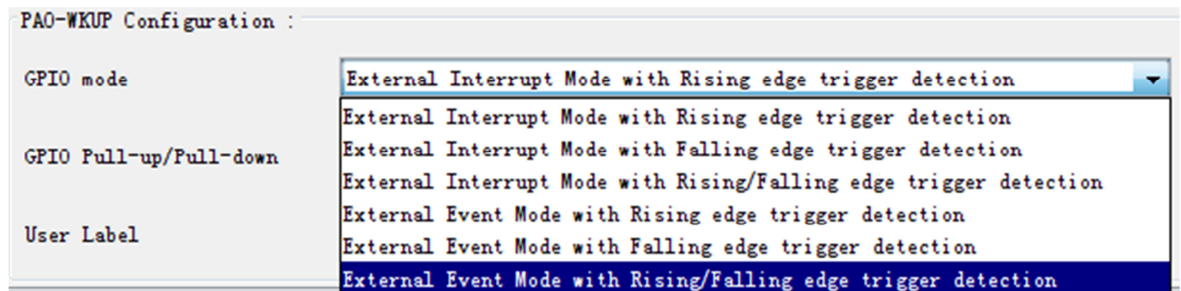

图 6 GPIO 模式选择界面
- (2) 请根据应用需求把图 6 的 GPIO 模式配置对应的选项填入答题区; (2 分)